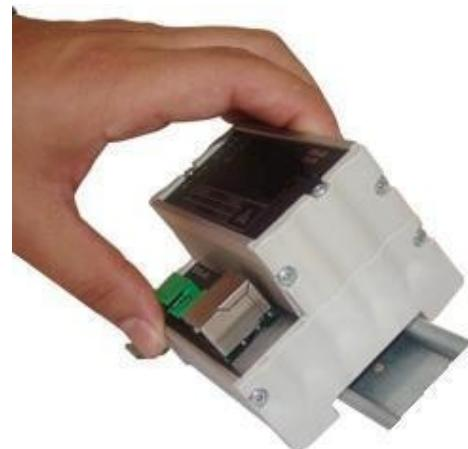

Figura 9
2. Logo após pressionar a parte inferior do LME-200 até ouvir um clique (Figura 9). Para remoção do LME-200, basta aplicar a força contrária à fixação, ou seja, forçar o LME-200 para cima e puxar para fora.